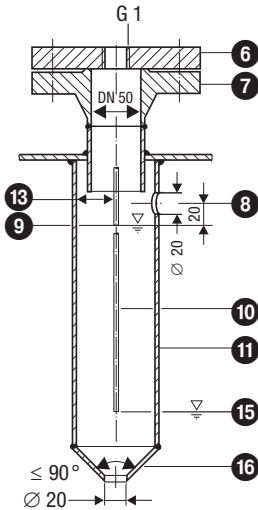

Fig. 4 Schutzrohr (bauseitig) für innenliegenden Einbau
- Eine Niveauelektrode NRG 10-52, NRG 16-52 kann mit einer GESTRA-Niveauelektrode, einem Kompakt-Niveauschalter oder -transmitter in ein gemeinsames Schutzrohr bzw. Messgefäß (Innendurchmesser 100 mm) eingebaut werden. **Fig. 4 - 7**. Dabei muss bei innenliegendem Einbau die Niveauelektrode für die Wasserstandbegrenzung von der oberen Ausgleichsbohrung mindestens 40 mm entfernt sein.
- Die elektrische Kriechstrecke von 14 mm zwischen Elektrodenstäben und Masse (Flansch, Behälterwand) darf nicht unterschritten werden! **Fig. 4 - 7**